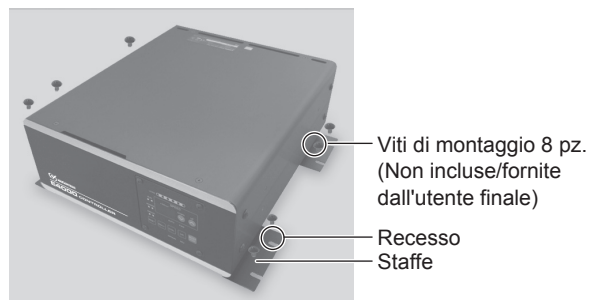

Fig. 11
- ③ Fissare il CONTROLLER (area scanalata della staffa) alla macchina usando le viti di montaggio (**8 pz. non incluse/fornite dall'utente finale**). (Fig. 11).